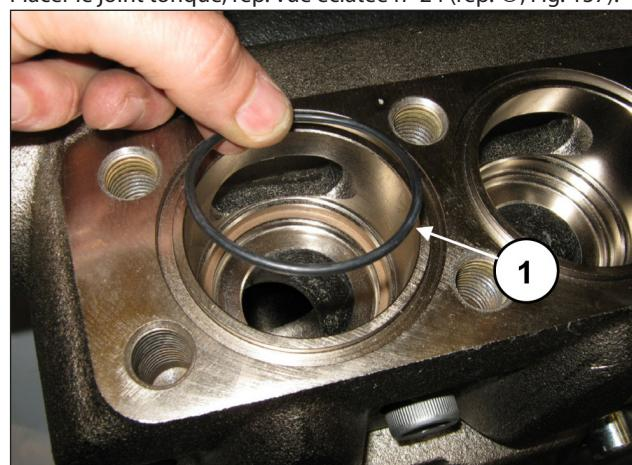

Fig. 157
Placer le joint torique, rep. vue éclatée n° 24 (rep. ①, Fig. 157).